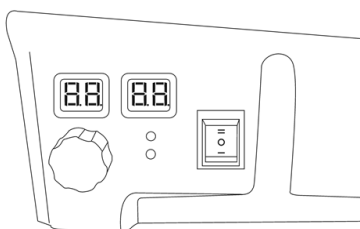

Figura 4
2. Deschideți robinetul de gaz și rotiți întrerupătorul de alimentare în poziția „II”. Fereastra din stânga afișează temperatura setată, iar fereastra din dreapta arată temperatura camerei. Încălzitorul se va aprinde automat când temperatura setată este mai mare decât temperatura camerei (vezi Figura 4).